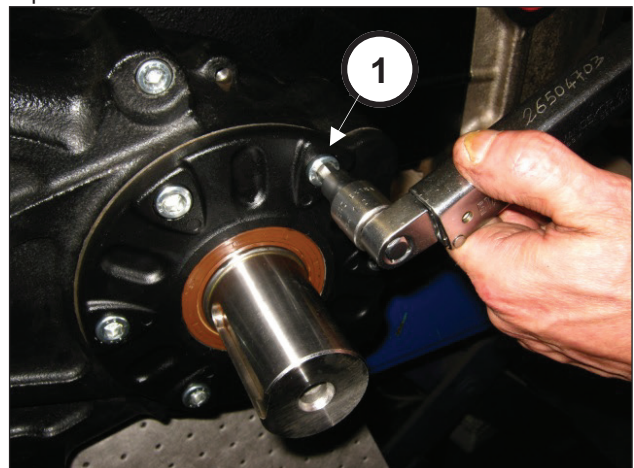

Fig. 82
Aperte os seis parafusos M10x25 (pos. ①, Fig. 82). Calibre os parafusos com chave dinamométrica, conforme indicado no capítulo 3 CALIBRAGEM DO APERTO DOS PARAFUSOS.